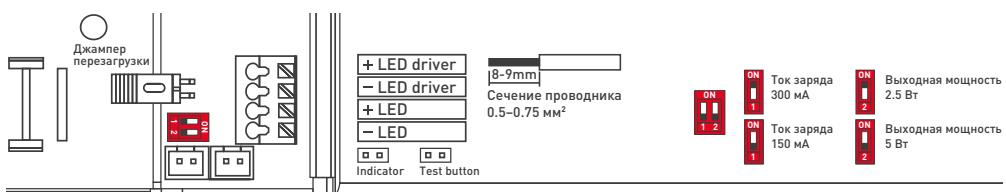

Рисунок 2. Конфигурирование источника аварийного питания
- Подключите светодиод и кнопку управления в соответствующие разъемы, см. рисунок 2. Разъем «Indicator» означает место подключения светодиодного индикатора, а разъем «Test button» — подключение кнопки.